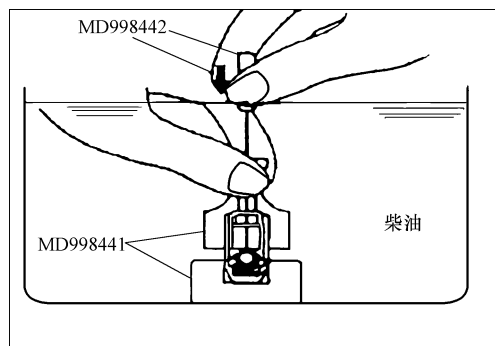

图 2-59 用专用工具 MD998442 轻轻推动内部钢球
10) 把液压挺柱放入容器内。如图 2-59 所示, 然后用专用工具 MD998442 轻轻推动内部钢球。